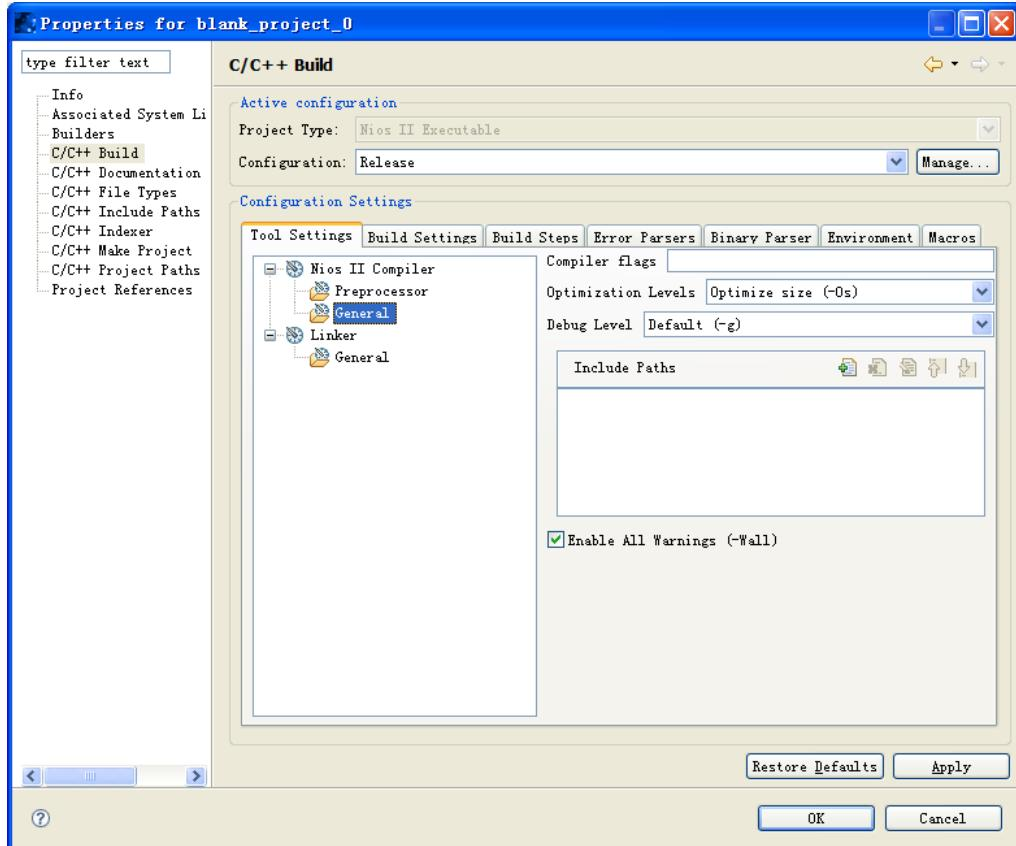

图 7-13 配置工程编译选项
17. 选择工程 blank\_project\_0, 右键单击, 选择 Properties, 在 C/C++ build 选项卡中配置编译器参数, 跟上次一样依旧是-DALT\_RELEASE -Os -g -Wall, 如图 7-13。